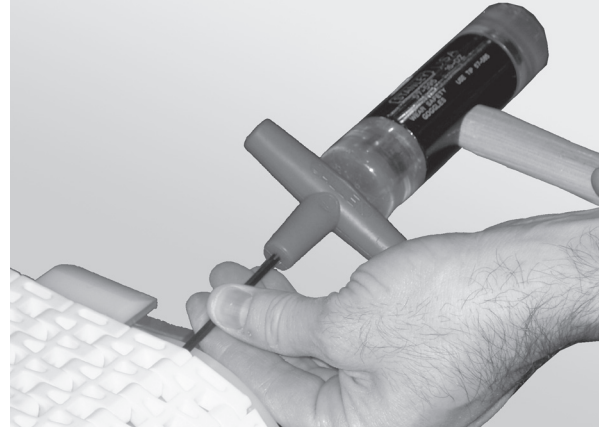

Figura 32
2. Utilice un punzón y un martillo para sacar la varilla de la cinta golpeando el extremo de la varilla contrario al cabezal de retención (Figura 32).